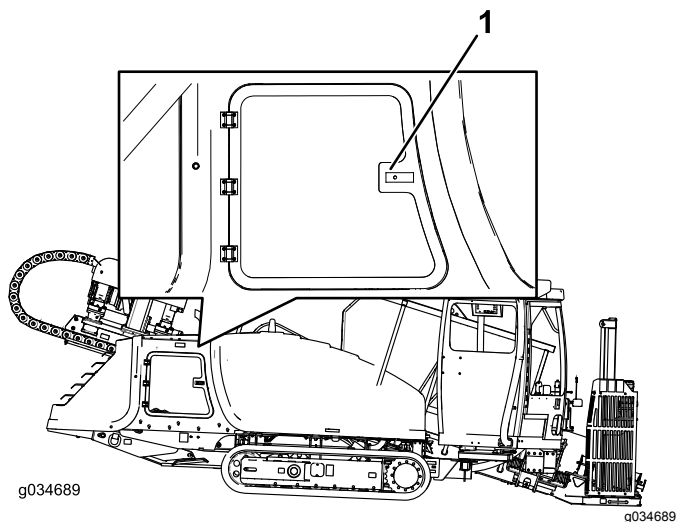

**Bild 72**
2. Drücken Sie den Plattengriff an der linken Seite und öffnen Sie die Klappe, wenn der Griff gelöst ist (Bild 72).